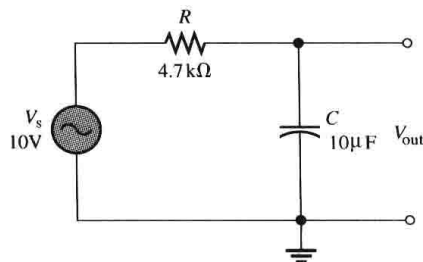

图 10-79
37. 假设图 10-79 中电容漏电严重, 请说明这种退化如何影响输出电压和相位角, 假设漏电阻为 $5\text{k}\Omega$, 频率为 10Hz。